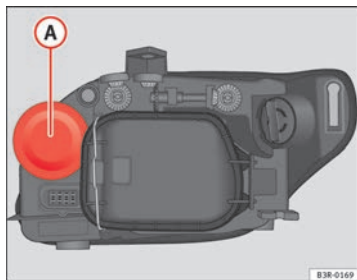

Fig. 206 Luz de carretera
- Retire la tapa de goma **A** ⇒ fig. 206 tirando de ella.